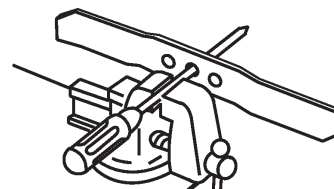

Bild 21
1. Prüfen Sie die Wucht des Messers, indem Sie das mittlere Loch im Messer über einen Nagel oder einen Schraubenzieherschaft hängen, den Sie horizontal in einen Schraubstock einklemmen (Bild 21).